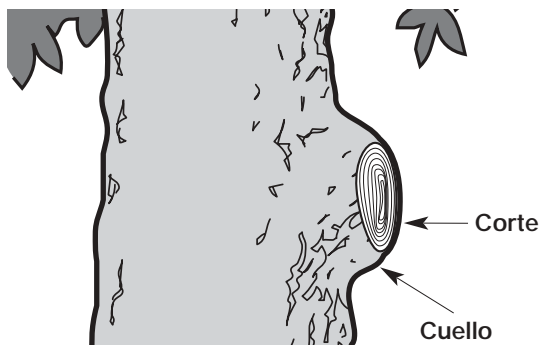

Fig. 14
3. Corte hacia fuera del cuello de la rama para evitar dañar al árbol (Fig. 14).